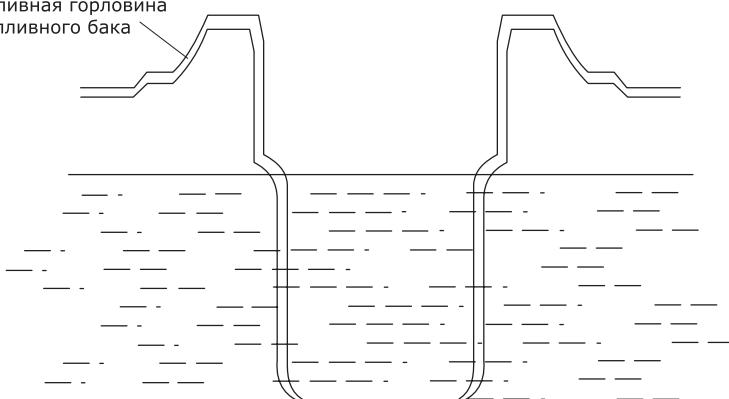

Рис. 2
**ВНИМАНИЕ! Не переполняйте топливный бак, оставляйте место в баке для расширения топлива без вытекания из бака при его нагреве. Рекомендуемый уровень топлива показан на рис. 2.**